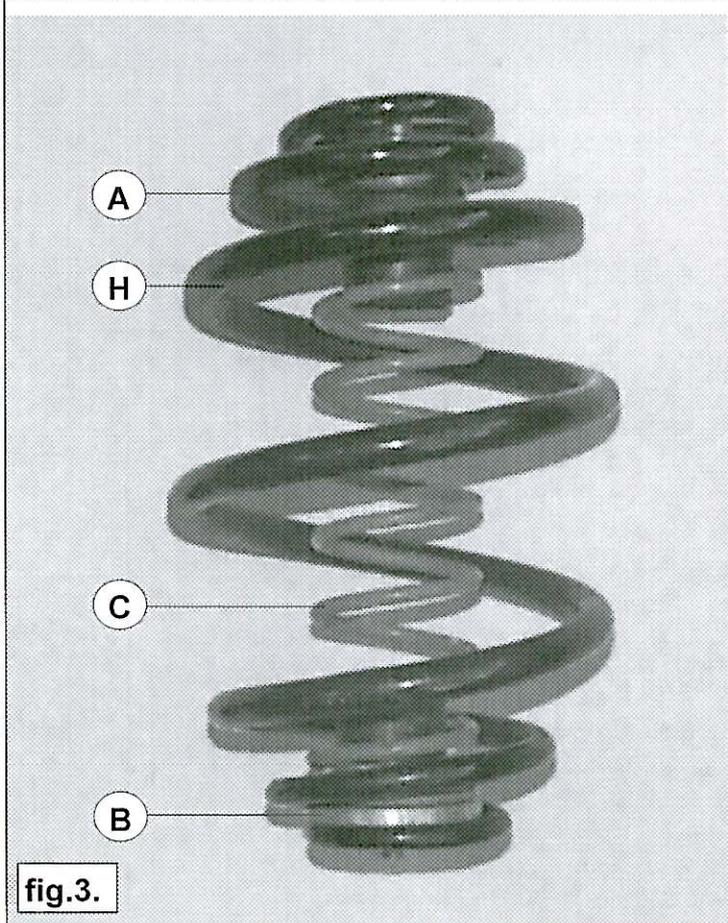

fig.3.
7. Plaats veerhouder A in de hoofdveer H. Zie fig.3.
7. Place springseat A in mainspring H. See fig.3.